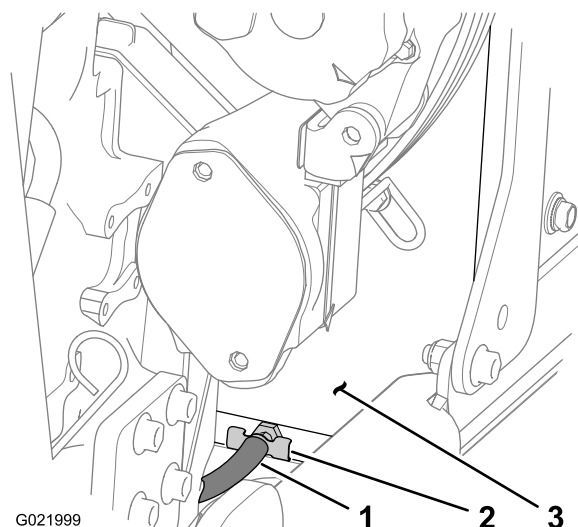

Рисунок 81
3. Установите сливной поддон с минимальной емкостью 20 л (5,3 галлона) под открытый конец сливного шланга (Рисунок 81).
5. Закройте сливной кран (Рисунок 81).
- F. Откройте сливной кран и слейте чистящий раствор в сливной поддон (Рисунок 81).
- E. Откройте сливной кран (Рисунок 81) и слейте воду в сливной поддон.